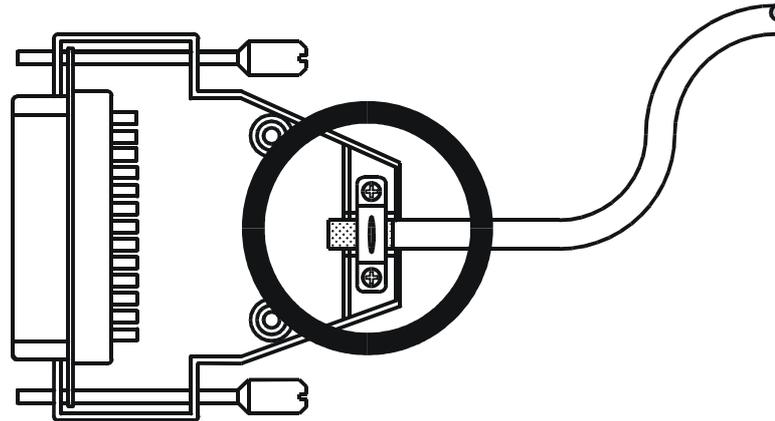

Abb. 1: EMV-konformer Schirmanschluss bei Sub-D-Steckern
- Der Schirm **muss** in seinem ganzen Umfang (niederohmig) unter die Schirmbefestigung der metallisierten Steckergehäuse, z. B. Sub-D, und großflächig unter eine Zugentlastung geklemmt werden (siehe Abb. 1).